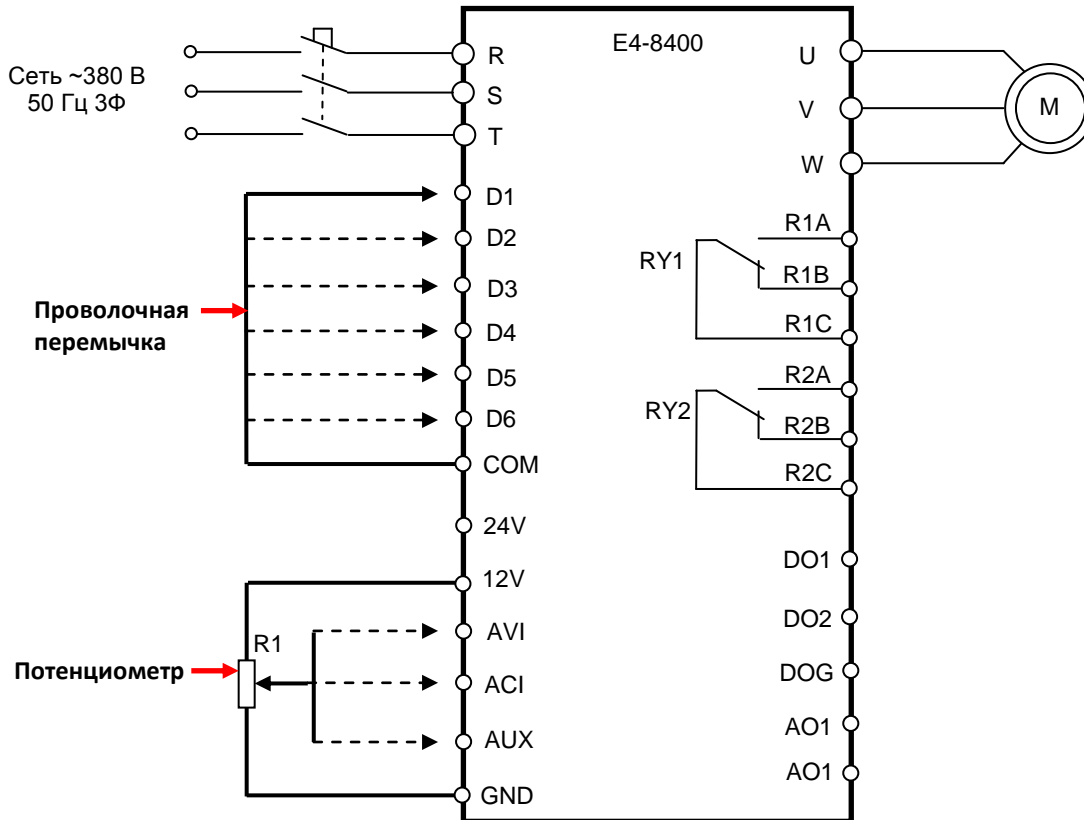
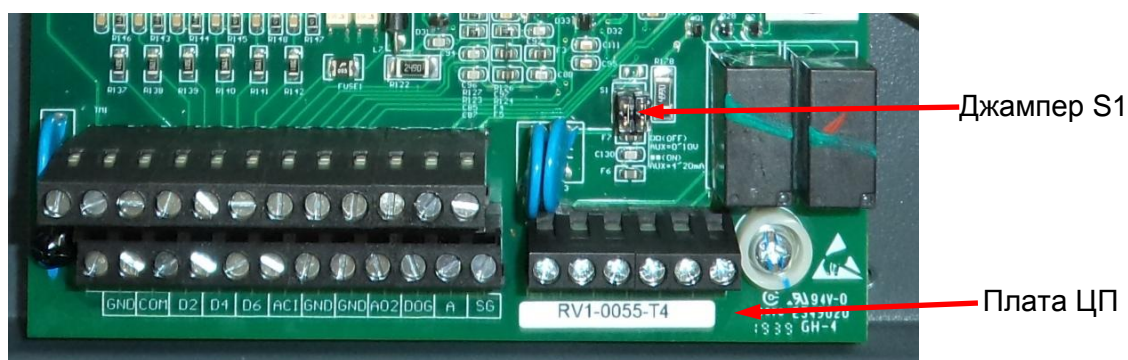

Рис.4.23
Рис.4.27
4.13.1. Присоединить один конец проволочной перемычки к клемме COM. Крайние выводы потенциометра присоединить к клеммам 12V и GND (рисунок 4.23).
- 4.13.13. Снять джампер S1 на плате ЦП (рисунок 4.27). С помощью мультиметра измерить сопротивление между клеммами AUX и GND. Значение сопротивления должно быть **20** кОм $\pm 5\%$. Установить джампер S1 на место.
- 4.13.17. Установить значение параметра B1-01=1. Подсоединить провод среднего вывода внешнего потенциометра R1 к клемме AVI (см. рисунок 4.23). Вращая ручку внешнего потенциометра из крайнего левого в крайнее правое положение, наблюдать изменение индикации на дисплее пульта управления от **0.00** до **50.00**. Отсоединить провод от клеммы AVI.
- 4.13.18. Установить значение параметров B1-01=5, H3-09=1. Повернуть ручку регулятора на пульте управления в крайнее левое положение. Повернуть ручку внешнего потенциометра R1 в крайнее левое положение (по схеме рис.4.23. движок потенциометра в нижнее положение) и подсоединить его провод среднего вывода к клемме AC1 (см. рисунок 4.23). При этом индикация на дисплее пульта управления должна быть **0.00**. Повернуть, не много, ручку внешнего потенциометра от крайнего положения и наблюдать изменение индикации на дисплее пульта управления от значения 0.00 в сторону увеличения. Отсоединить провод от клеммы AC1.
- 4.13.19. Снять джампер S1 на плате ЦП (рисунок 4.27). Установить значение параметра B1-01=7. Подсоединить провод среднего вывода внешнего потенциометра R1 к клемме AUX (см. рисунок 4.23). Вращая ручку внешнего потенциометра из крайнего левого в крайнее правое положение, наблюдать изменение индикации на дисплее пульта управления от **0.00** до **50.00**. Отсоединить провод от клеммы AUX. Установить джампер S1 на место.